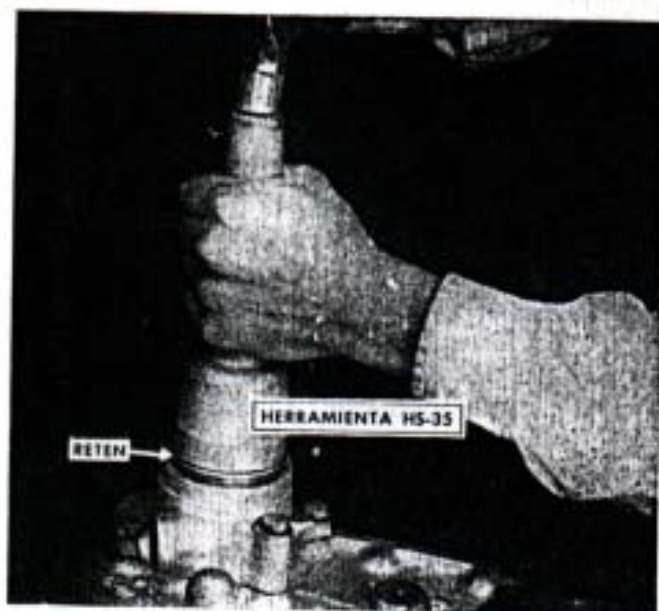

Fig. 178. — Instalando el retén de aceite en la extensión trasera, con la herramienta HS-35.
- 12') Colocar por orden en la extensión delantera los siguientes elementos: junta del retén de aceite, y dicho retén con el instalador H5-35 (Fig. 178). Colocar la brida de aco-
- 17) Montar en la extensión trasera, la junta del retén de aceite y dicho retén con el instalador HS-35 (Fig. 178). Colocar la brida de acoplamiento trasera con el instalador HS-40, arandela y tuerca correspondiente en el eje principal.